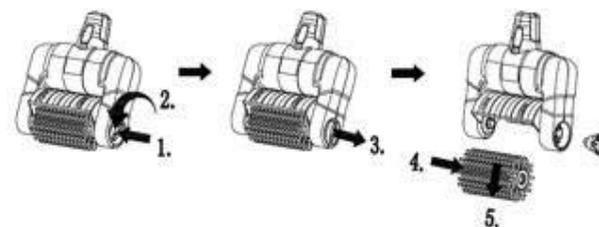

Fig.3
A. Démontez le rouleau brosse en plastique (12), Voir Fig.3